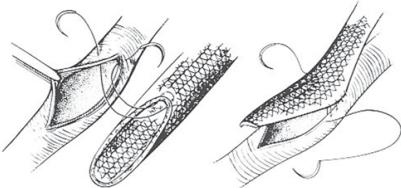

Abb. 5
2. Monofilament aus Polypropylen ist das bevorzugte Nahtmaterial. Beim Nähen die Ränder der Prothese umstülpen und darauf achten, dass mit jedem Stich die gesamte Wandstärke und eine Netzhöhe aufgenommen werden. Abb. 5. Es wird empfohlen, beim Nähen nur nicht schneidende Nadeln zu verwenden.